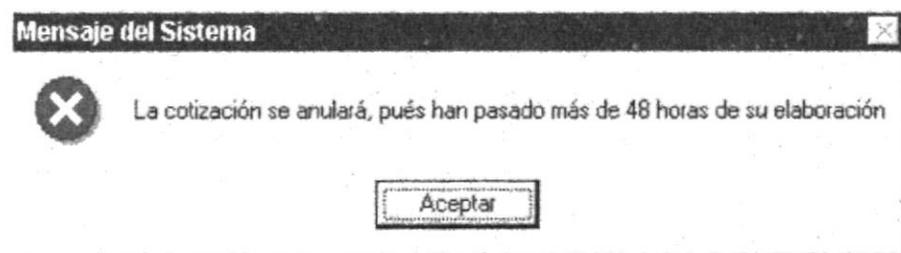

Figura 8.18 Mensaje de Advertencia de Advertencia
- Si la cotización que escogió ya pasó 48 horas de creación emitirá el siguiente mensaje **Figura 8.18** y la elimina.